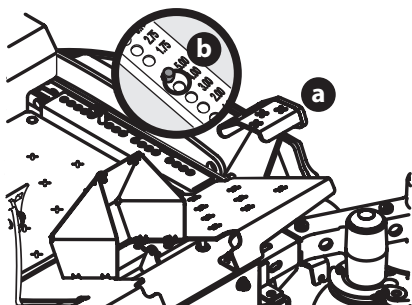

Figure 1
2. Utilisez la pédale de levage du plateau de coupe (a) pour lever le plateau de coupe à sa position la plus haute et fixez-le à l'aide de l'axe de chape (b) fixé à la tondeuse. (Figure 1).